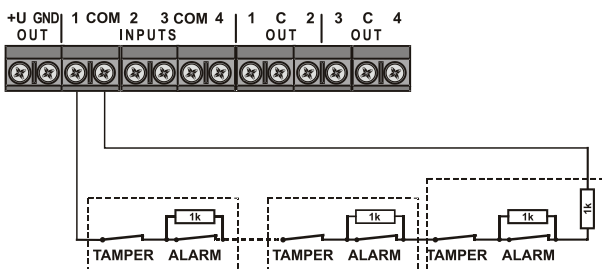

Abbildung 4: Doppelt ausgeglichene Schleife – OASIS
**Doppelt ausgeglichen – Oasis** – Einstellungen des Eingangsmoduls sind vollständig mit Parametern der Eingangsmodule und Zentralen von Oasis-Systemen kompatibel. In diesem Modus können Sie bis zu 5 Melder in einer Schleife verbinden (siehe Abbildung 4 und in F-Link).